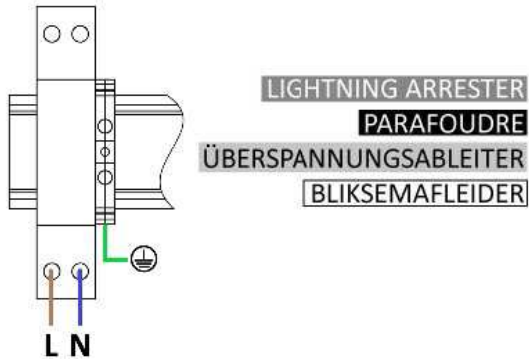

FIGURE 3.
- Size and protect cables according to the maximum input/ output current. The mains input cables must be connected to the surge arrester (figure 3).
- Blue wire for neutral (N)
- Brown wire for line (L)
- Dimensionner et protéger les câbles en fonction du courant d'entrée/ sortie maximum. Les câbles d'entrée secteur doivent être raccordés sur parafoudre (figure 3).
- Fil neutre bleu (N)
- Fil phase marron (L)
- Die Kabel entsprechend dem maximalen Eingangs-/ Ausgangsstrom dimensionieren und schützen. Die Netzeingangskabel müssen an Überspannungsableiter angeschlossen werden (figure 3).
- Blaues Kabel: Neutralleiter (N)
- Braunes Kabel: Phasenleiter (L)
- De afmetingen van de kabels aanpassen afhankelijk van de maximum ingaande/uitgaande stroom en ze beschermen. De ingaande netspanningskabel moeten worden aangesloten op de Bliksemafleider (figure 3).
- Nulleider blauw (N)
- Spanningsleider bruin (L)